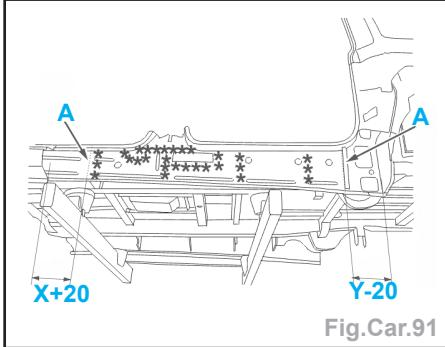

Fig.Car.91
- Tracer, puis découper (coupe provisoire) (suivant **A**) (Fig.Car.91).